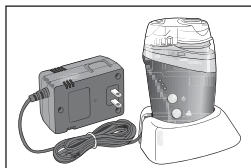

Fig. 2
3. Para la operación de manos libres, úsese con la base incluida, Fig. 2.